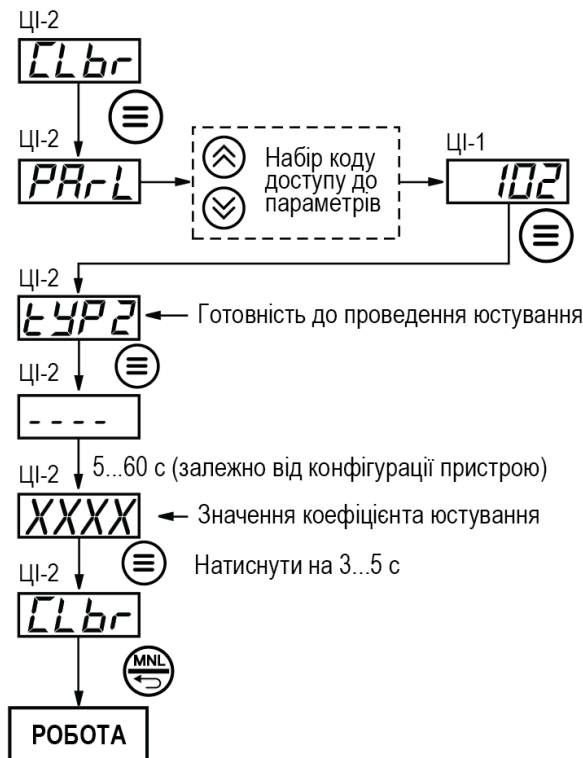

Рисунок 8.4 – Схема проведення юстування датчика вільних кінців ТП
- Підключити, дотримуючись полярності з'єднання, до **Входу 1** вільні кінці будь-якої з градуйованих термопар типу ТХК (L), ТХА (K), ТНН (N) або ТЗК (J). Помістити робочий спай термопар в посудину з водно-льодовою сумішшю (температура суміші $0 ^\circ\text{C}$).
- Перейти до роботи і через 20 хвилин виконати юстування датчика КХС, виконавши дії в послідовності, що зазначена на рисунок 8.4.